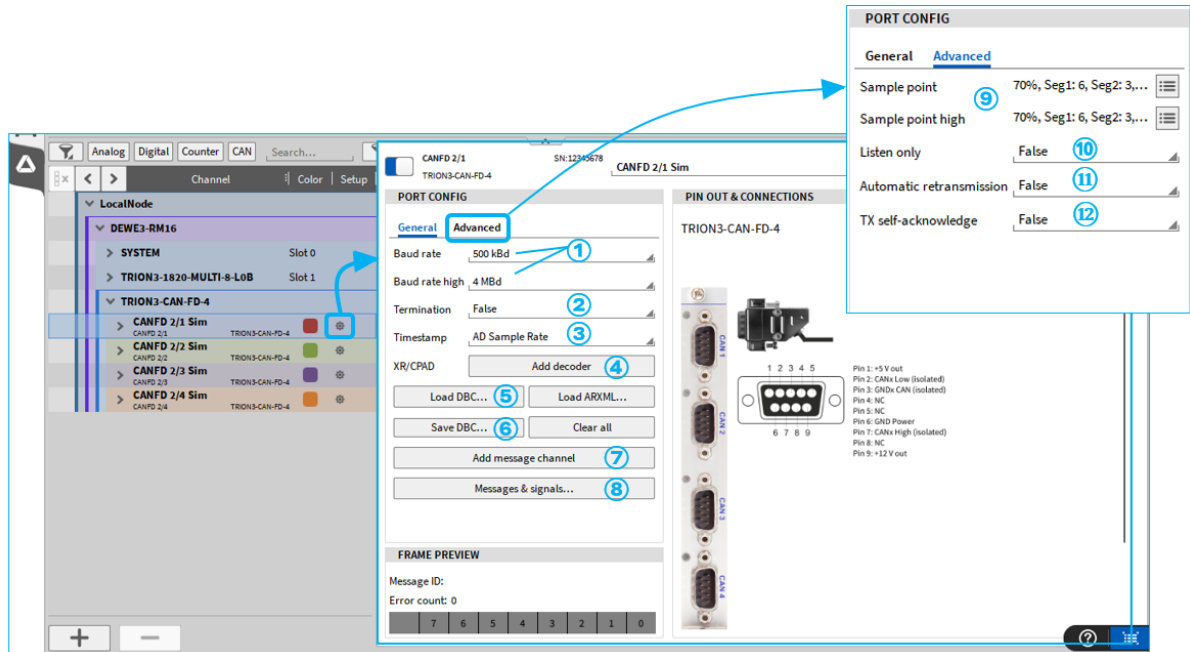

Fig. 4.45: 使用 TRION3-CAN-FD 模块的 CAN-FD 通道
单击齿轮按钮以打开通道设置（如图 4.45 中蓝色标记所示）。在此可以更改 ** 波特率（Baud rate）** 和其他设置，并可加载 DBC 文件。
要在不同协议之间切换，请先创建一条消息（参见 Fig. 4.45 中的 ⑦），然后在 CAN、J1939 和 CAN-FD 协议之间进行切换。